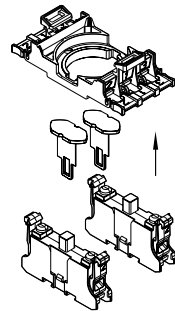

Fig. 4
3. Premontaje de los elementos de contacto en el portacontactos (véase fig. 4):